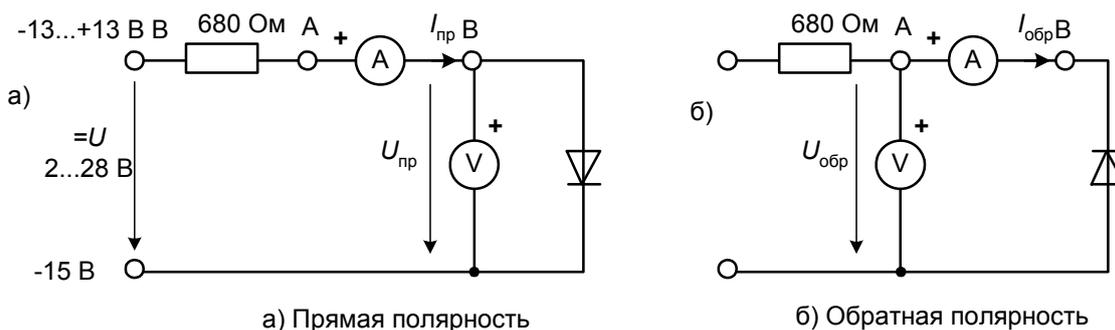
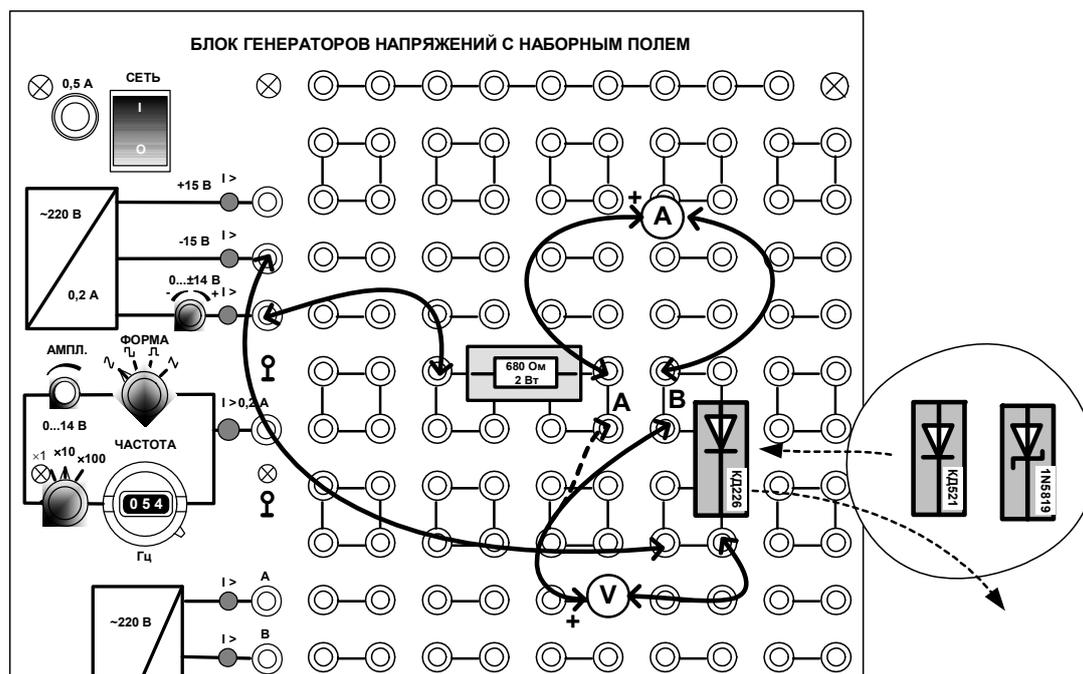

Рис. 1.5. Схема для регистрации прямой (а) и обратной (б) ветвей ВАХ диодов
Рис. 1.6. Монтажная схема
1. Соберите цепь согласно принципиальной схеме (рис. 1.5, а), исследуя диод КД226. Монтажная схема изображена на рис. 1.6. **Обратите внимание, что вольтметр в этой схеме подключён к точке «В» (после амперметра) и на его показания не влияет падение напряжения на амперметре, которое соизмеримо с прямым падением напряжения на диоде. В то же время ток через вольтметр несоизмеримо мал с прямым током диода и не вносит заметной погрешности в показания амперметра.** Подайте на вход регулируемое постоянное напряжение от источника регулируемого напряжения. Ручку потенциометра этого источника повернуть **против часовой стрелки до упора.**
1. Соберите цепь согласно принципиальной схеме (рис. 1.5, б), исследуя диод КД226, включенный в обратном направлении. *Обратите внимание, что вольтметр в этой схеме подключён к точке «А» (до амперметра). В этой схеме через амперметр не протекает ток вольтметра, который соизмерим и даже больше обратного тока через диод. В то же время падение напряжения на амперметре ничтожно мало по сравнению с обратным напряжением на диоде.* Подайте на вход регулируемое постоянное напряжение от источника регулируемого напряжения. Ручку потенциометра этого источника поверните против часовой стрелки до упора.
1. Соберите цепь согласно принципиальной схеме (рис. 1.5, а) или монтажной схеме (рис. 1.6), но, заменив диод на стабилизатор КС456, а резистор **680 Ом** на **100 Ом**. Ручку потенциометра источника напряжения поверните **против часовой стрелки до упора**.
1. Соберите цепь согласно принципиальной схеме (рис. 1.5, б) или монтажной схеме (рис. 1.6), но, заменив резистор **680 Ом** на **100 Ом**, а диод – на стабилизатор КС456, и включив стабилизатор в обратном направлении. Ручку потенциометра источника напряжения поверните **против часовой стрелки до упора**.